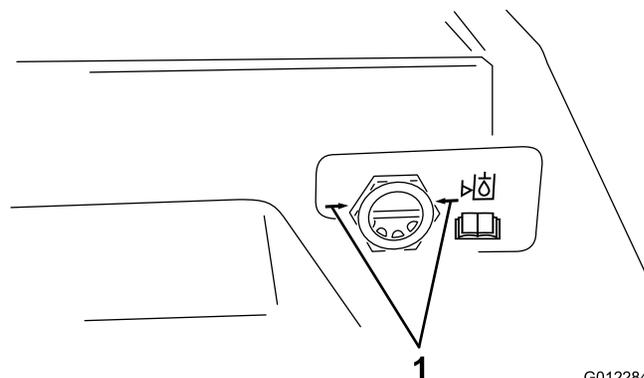

Figura 14
2. Olhar para o vidro de visualização (Figura 14). O óleo tem de estar ao nível das setas ao verificar óleo quente. O óleo estará a 6 a 12 mm abaixo das setas quando frio.
- C. Remova a cobertura e adicione óleo hidráulico até que fique ao nível das setas no vidro de visualização (Figura 14).